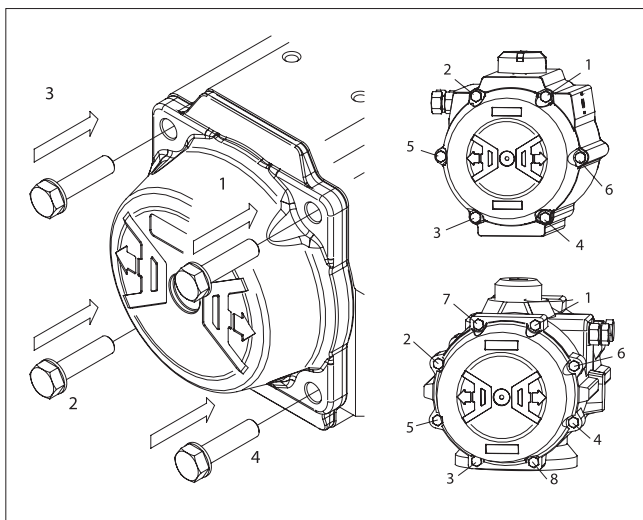

Abb. 16.
- B. Tragen Sie auf die O-Ringe der Endkappen das für die Bereiche der O-Ringe empfohlene und in (Tabelle 2) aufgeführte Silikonfett auf. Legen Sie die O-Ringdichtungen (14) für die Endkappen in die Nute jeder Endkappe (30, 31).
- C. Setzen Sie die Endkappen (30, 31) auf das Gehäuse (50). Dabei müssen die O-Ringdichtungen (14) in den Nuten liegen bleiben.
- D. Alle Endkappenschrauben (13) einsetzen und handfest anziehen. Schließen Sie das Anziehen in der in (Abbildung 16) angegebenen Reihenfolge mit den in Tabelle 4 aufgeführten Anzugsmomenten ab.